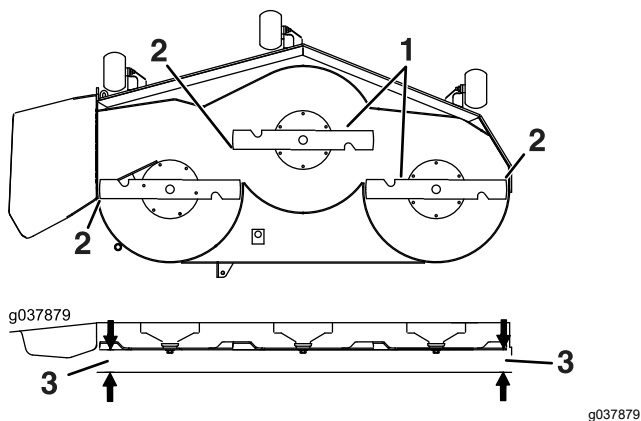

Figure 90
6. Mesurez la distance entre la pointe des lames et le sol plat (Figure 90). Si les deux mesures diffèrent de plus de 5 mm (3/16 po), ajustez l'horizontalité des lames; poursuivez cette procédure.
14. Tournez prudemment les lames pour qu'elles soient parallèles dans le sens transversal (Figure 90).